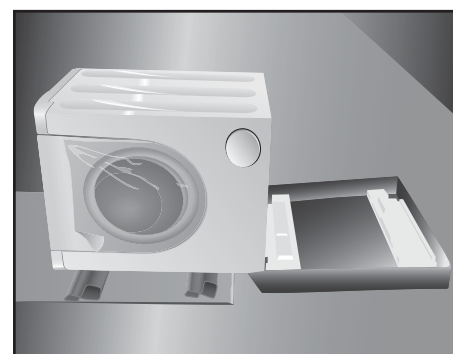

Figure 2
5. Coucher la laveuse ou la sécheuse sur son côté **GAUCHE**, comme l'illustre la **figure 2**.